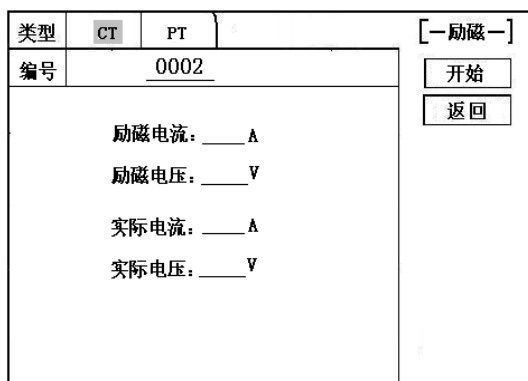
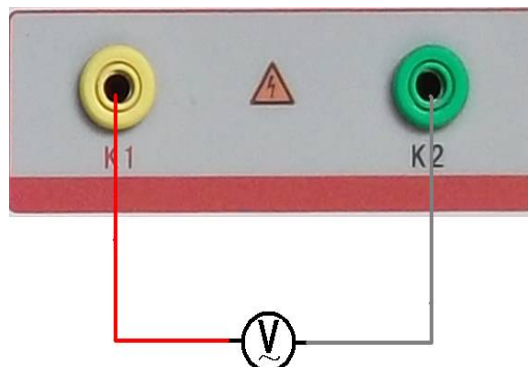
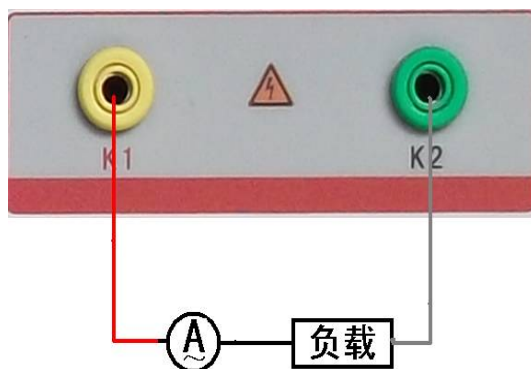

图 41, 校准测试主界面
图 42, 电压校准接线图
图 43, 电流校准接线图
进入 CT “励磁” 测试界面后，选择进入 “校准” 试验界面（如图 41），设定好励磁电流值：0.1A ~ 5A；励磁电压值：1V~1000V。
电压校准试验参照图 42 进行接线；设置好被测电压后，合上功率开关，选择 “开始” 选项，按下控制器，试验即开始，试验到达设定值后将保持输出电压/电流值用于检测，检测完毕后，按下控制器，试验返回图 41 界面。
电流校准试验参照图 43 进行接线，电压设定值略高于【电流设定值 (A) * 负载 (Ω)】，设置好被测电流/电压值后，合上功率开关，选择 “开始” 选项，按下控制器，试验即开始，试验到达设定值后将保持输出电流/电压值用于检测，检测完毕后，按下控制器，试验返回图 41 界面。